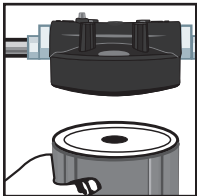
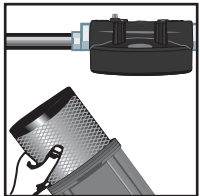

FIGURE 5D
FIGURE 5C
4. Jeter la cartouche usée et nettoyer le boîtier du réservoir tel que requis (Figure 5C). S'assurer de rincer le réservoir à fond avec de l'eau afin d'éliminer tout résidu d'origine. Avant d'installer la nouvelle cartouche, s'assurer que les joints toriques sont bien installés sur l'épaulement en haut du réservoir (Figure 5D). Remplacer les joints toriques s'ils présentent le moindre signe de détérioration (N° 410959-R). S'assurer de bien lubrifier les joints toriques avec un lubrifiant à la silicone.
4. Discard the used cartridge and clean the sump housing as required (Figure 5C). Make sure to thoroughly rinse the sump with water to remove any cleaning agents. Before installing a new cartridge, please ensure that the o-ring seals are properly seated on the shoulders at the top of the sump (Figure 5D), if there is any visible damage on the o-rings please replace them (P/N: 410959-R). Ensure o-rings are liberally coated with a silicone based lubricant.